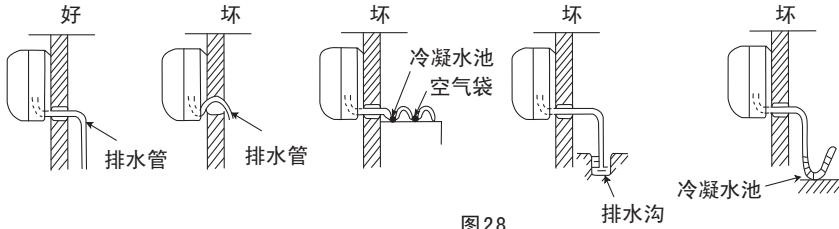

图28
- 1 用附件 ⑭ 排水管与室内机组的出水管连接起来。
- 2 如要使冷凝水流得舒畅，排水管应倾斜少许，如图28所示。